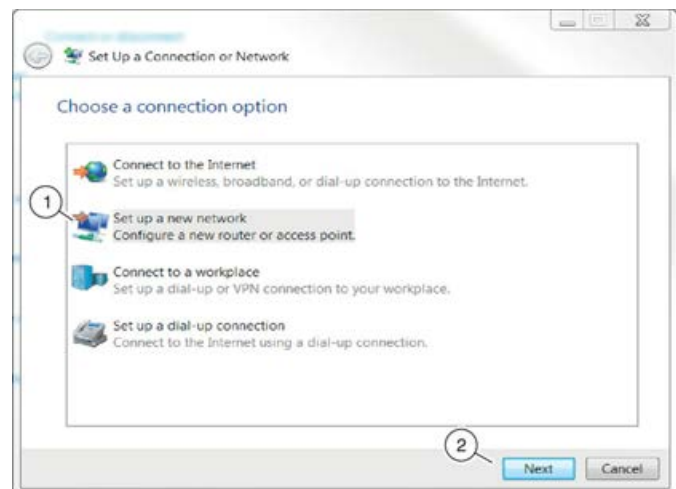

Fig. 46: Creación de una nueva red
3. ▶ Seleccione «Configurar una nueva red» (Fig. 46 /1), luego haga clic en «Siguiente» (Fig. 46 /2).